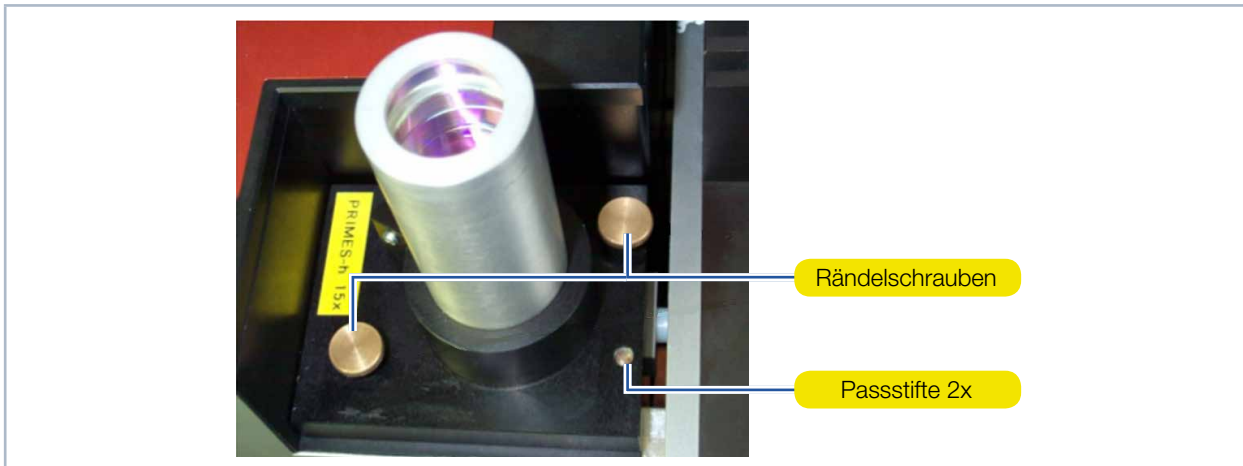

Abb. 13.2: Messobjektiv
1. Drehen Sie die zwei Rändelschrauben heraus (siehe Abb. 13.2 auf Seite 85).
3. Setzen Sie das Messobjektiv von oben auf die zwei Passstifte (siehe Abb. 13.2 auf Seite 85).